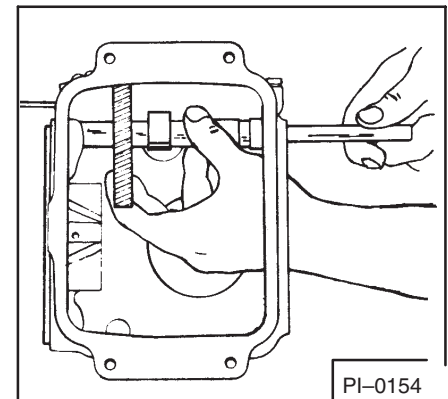

Fig. 49 Installing Camshaft
3. Camshaft Installation (Fig. 49)